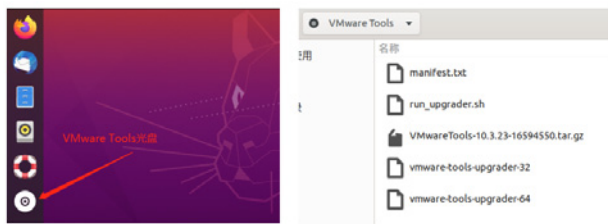

图1 VMware Tools光盘被挂载和光盘内容
1.1 启动安装好的虚拟机，点击虚拟机软件菜单 Player--> 管理 --> 安装 VMware Tools，VMware Tools 的光盘会被挂载到系统中，可以在桌面看到光盘，用文件浏览器打开可以看到里面的文件，如图 1 所示。